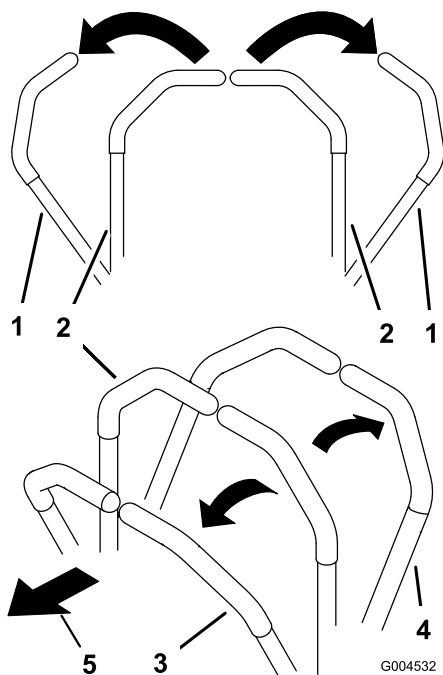

Figure 15
2. Pour vous déplacer en marche avant, poussez doucement les leviers de commande de déplacement vers l'avant (Figure 15).
Pour vous déplacer en ligne droite, appliquez une pression égale sur les deux leviers de déplacement (Figure 15).
Pour tourner, relâchez le levier de commande correspondant à la direction que vous voulez prendre (Figure 15).